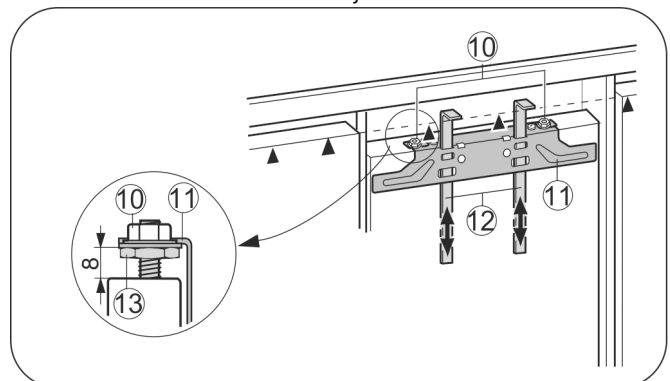

Fig. 25
- ▶ A szerelési segédeszközt Fig. 25 (12) csúsztassa fel a bútor ajtómagasságáig. A szerelési segédeszköz ▲ alsó éle = a szerelni kívánt bútorajtó felső éle.
- ▶ A rögzítő kereszttartót Fig. 25 (11) csavarozza le az ellenanya felett Fig. 25 (10).